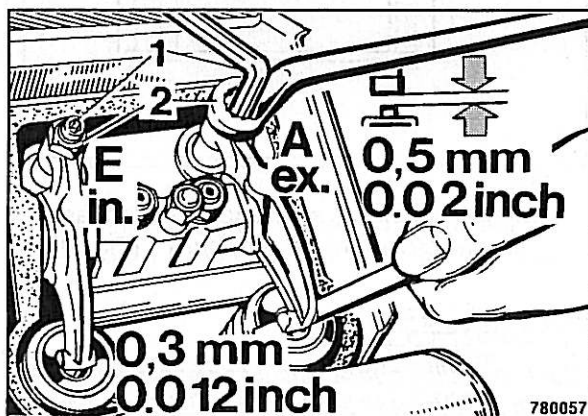

Fig. 111
- Soltar la contratuerca 2 (Fig. 111) y ajustar el tornillo de regulación (1) de forma que la galga de espesores se puede insertar y extraer con poca resistencia con la contratuerca apretada.